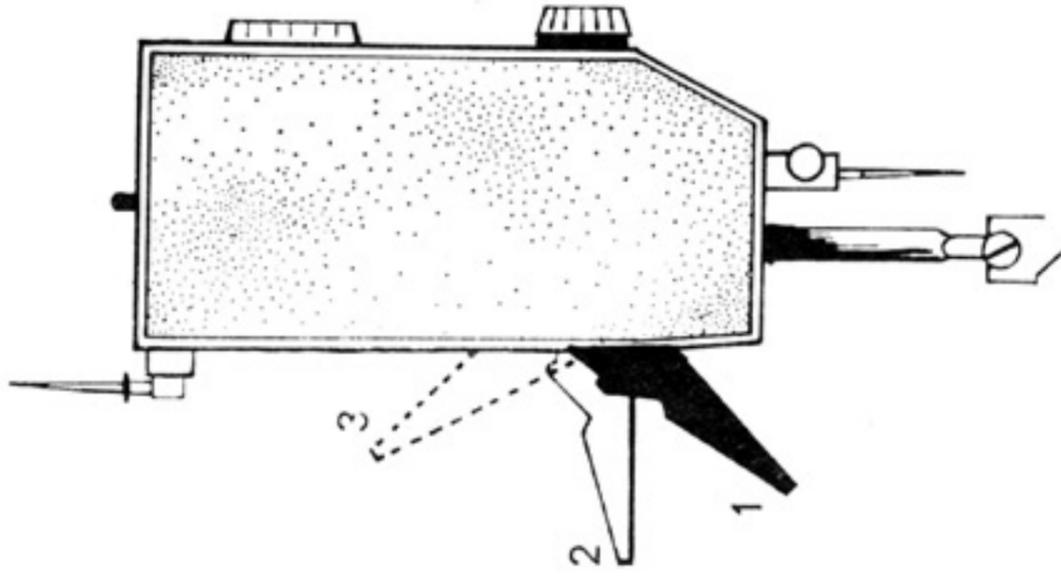

Рис. 16
**15. Поднятие нижней нити (рис. 16, 17, 18 и 19)**
При вышивании и штопки ручка регулятора длины стежка 27 установить на 0 и рычаг для подъема лапки 32 на 2 (рис. 16).